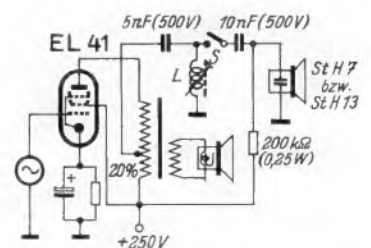

Bild 6. LC-Ankopplung der statischen Lautsprecher von Isophon
a. **LC-Ankopplung (Bild 6):** Die Tonfrequenzspannung wird einer Anzapfung der Primärspule des Ausgangsübertragers entnommen, die windungszahlmäßig bei 20 % liegt, vom Spannungszuführungspunkt aus gerechnet. Die Induktivität der Spule L muß beim System St H 13 (13 cm Ø) etwa 42 mH und beim System St H 7 (7 cm Ø) etwa 72 mH betragen. Am besten eignet sich eine Spule mit verschiebbarem Eisenkern, wie sie für die 9-kHz-Sperre verwendet wird. Der Abgleich erfolgt bei 7,5 bis 8 kHz auf Spannungsmaximum an der